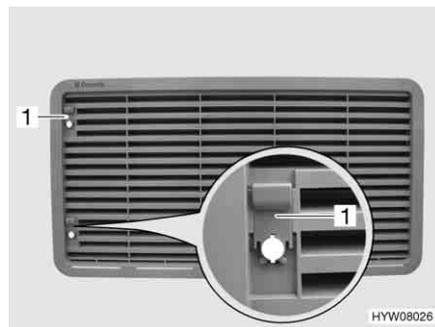

Fig. 162 Rejilla de ventilación del frigorífico (con corredera)
- Empujar la corredera (Fig. 162,1) hacia arriba.